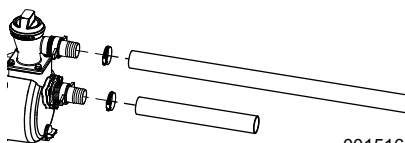

Figura 2-5. Conexión típica de manguera
3. Consulte la Figura 2-5. Para conectar la manguera de succión flexible a la brida (parte inferior), deslice la manguera sobre el conector con lengüetas y fíjela con una abrazadera de manguera.